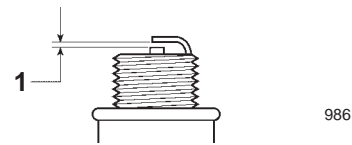

Figure 15
4. Réglez l'écartement des électrodes de la bougie neuve à 0,50 mm (0,020") (Fig. 15).